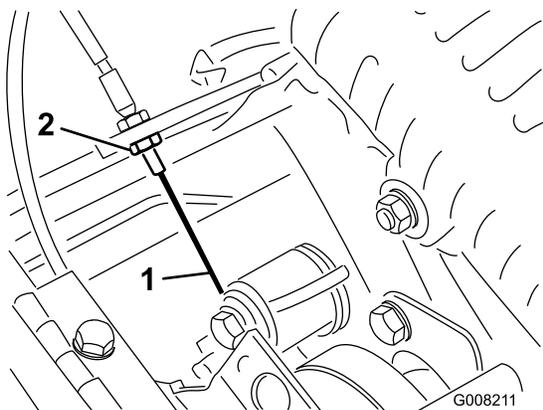

Figura 42
3. Para aumentar la tensión del cable, afloje la contratuerca delantera del cable y apriete la contratuerca trasera del cable (Figura 42) hasta que la fuerza necesaria para engranar el control de tracción sea de 3 a 4 kg. Mida la fuerza en el pomo de control.